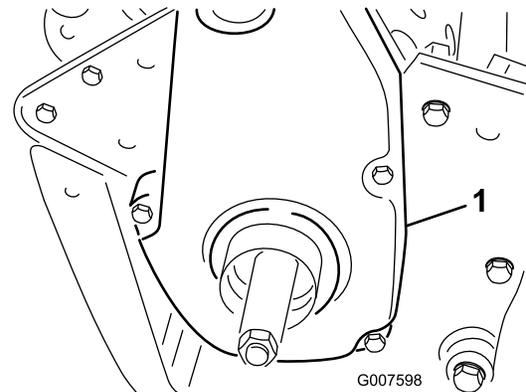

Рисунок 40
1. Снимите детали крепления и крышку ремня, чтобы открыть ремень (Рисунок 40).